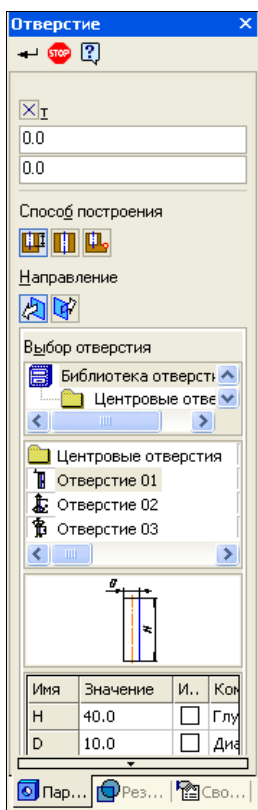

Рис. 28.23. Панель свойств: Отверстие
- ◆ в панели инструментов **Редактирование детали** щелкните по кнопке **Отверстие** . В центре системы координат появился фантом отверстия. Выбор отверстия производится из Панели свойств: **Отверстие** (рис. 28.23), где вы должны выбрать вариант отверстия и задать необходимые его параметры в окне **Выбор отверстия**. Например: